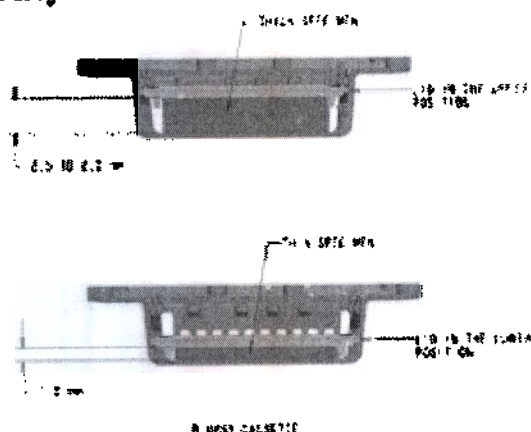

Рисунок 6H
2. Разместив кассеты для биопсии Paraform на плоской поверхности с положите ткань в центр с по крайней мере 1 мм зазором по краям. Приведите крышку вперед на ткань в кассете, используя пинцет или пальцы до тех пор, пока крышка ляжет на все четыре угла и зафиксируется на месте (рис. 6H).